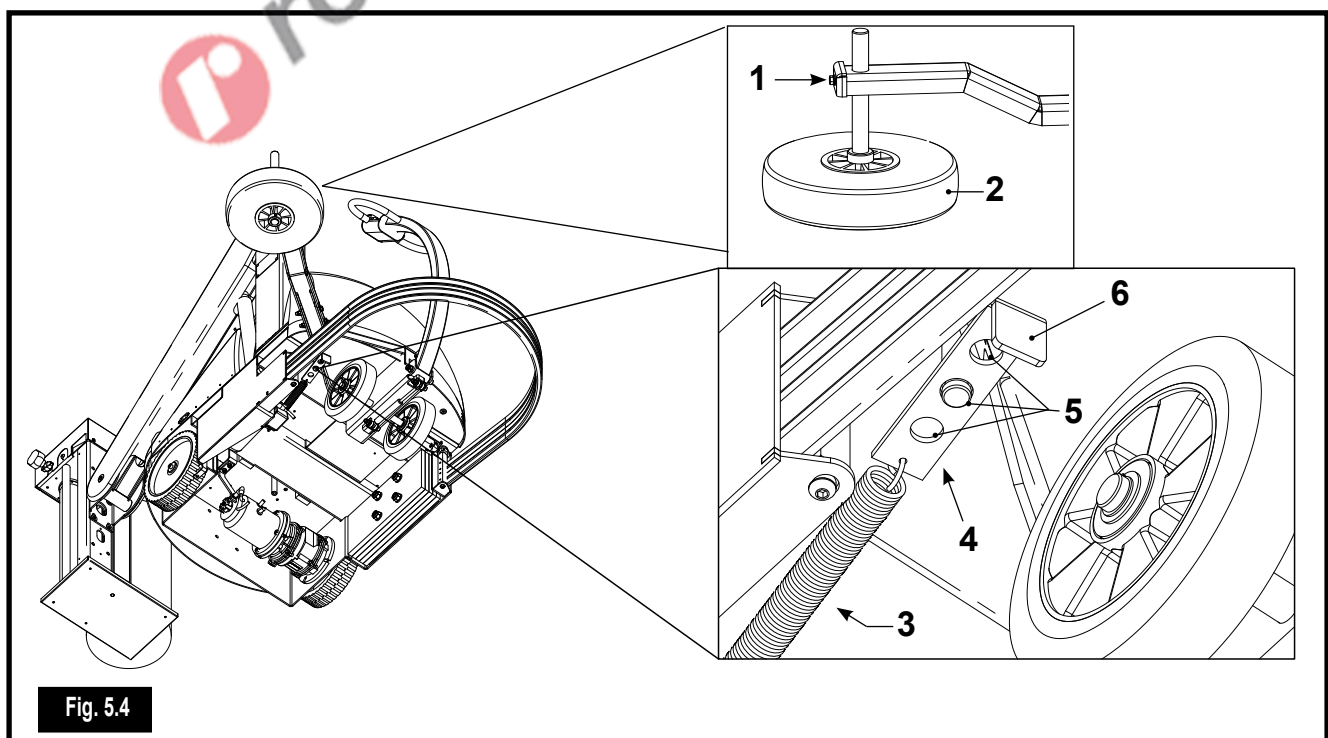

Fig. 5.4
**a) regolazione altezza della ruota** (Fig. 5.4).
**b) regolazione forza di sterzata** (Fig. 5.4).
**a) Hauteur de la roue** (Fig. 5.4).
**b) Force de braquage** (Fig. 5.4).